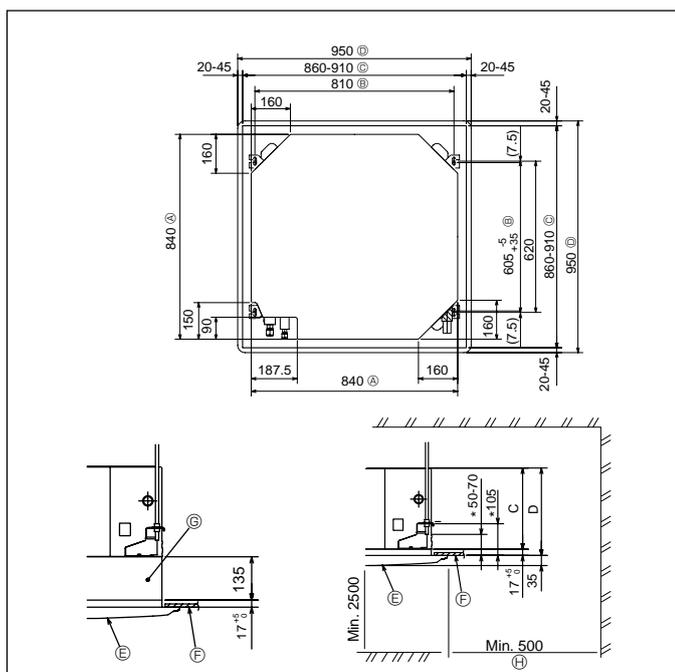

Fig. 2-2
2.2. Расположение отверстия в потолке и навесных болтов (Fig. 2-2)
- Размер потолочного отверстия можно регулировать в пределах, указанных на Fig. 2-2, таким образом, чтобы отцентровать главный прибор в потолочном отверстии, обеспечив одинаковые зазоры по всем соответствующим противоположным сторонам.
- (A) Внешняя сторона главного прибора
- (B) Шаг болта
- (C) Потолочное отверстие
- (D) Внешние стороны решетки
- (E) Решетка
- (F) Потолок
- (G) Многофункциональный оконный переплет (опция)